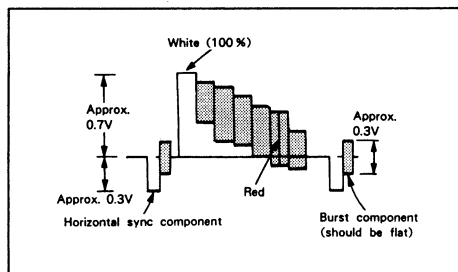

Abb. 3.4 Farbbalken-Signal des Bildmuster-Generators
Da das Videosignal des Bildmuster-Generators als Abgleichssignal für den Videorecorder-Teil verwendet wird, ist es erforderlich, daß das Videosignal im spezifizierten Bereich liegt. Schließen Sie das Oszilloskop an Anschluß (8) (VIDEO IN) von CN851 auf Platine VD2 an. Vergewissern Sie sich, daß die Amplitude des Synchronsignals im Videosignal ca. 0,3 V, die Amplitude des Video-Teils ca. 0,7 V und die Amplitude des Burst-Signals ca. 0,3 V beträgt und das Signal eben verläuft. Vergewissern Sie sich außerdem, daß das Verhältnis der Pegel des Burstsignals und des Rot-Signals 0,30:0,66 beträgt. Das Videosignal (Farbbalken) für den Abgleich des Videorecorder-Teils ist in Abb. 3.4 gezeigt.
Die von einem Bildmuster-generator gelieferten Farb-Video-Signale werden als Eingangssignale für den Abgleich des Videosystems in der Betriebsart Aufnahme verwendet. Überprüfen Sie, ob die SYNC- und die Farb-Burst-Signale den in Abb. 3.4 geforderten Standards für den Abgleich entsprechen.